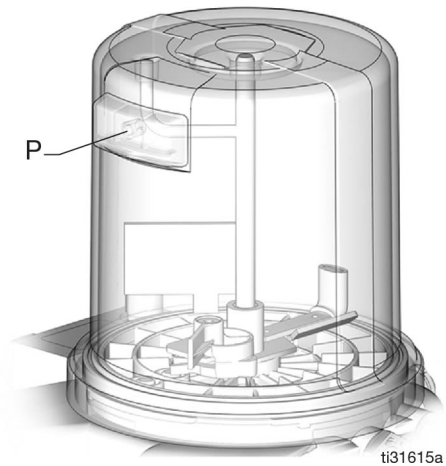

FIG. 28
**NOTA:** El orificio respiradero del depósito (P), ubicado en la parte trasera del mismo, no debería utilizarse como puerto/indicador de llenado excesivo (FIG. 28).